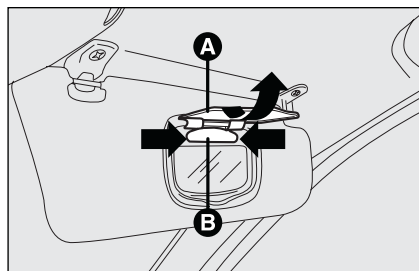

fig. 49
- ☐ abra el revestimiento de protección **A**-fig. 49 del espejo;